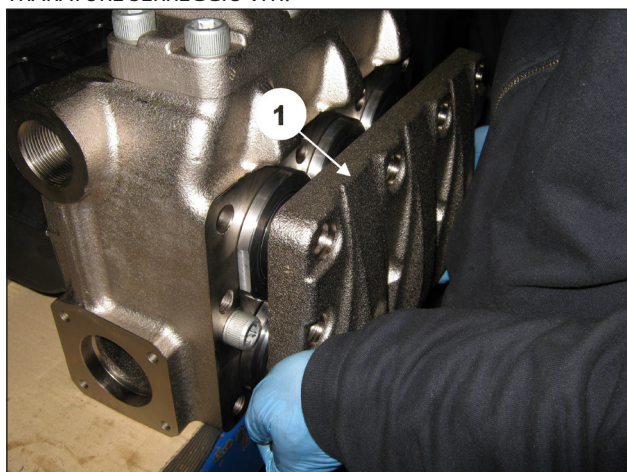
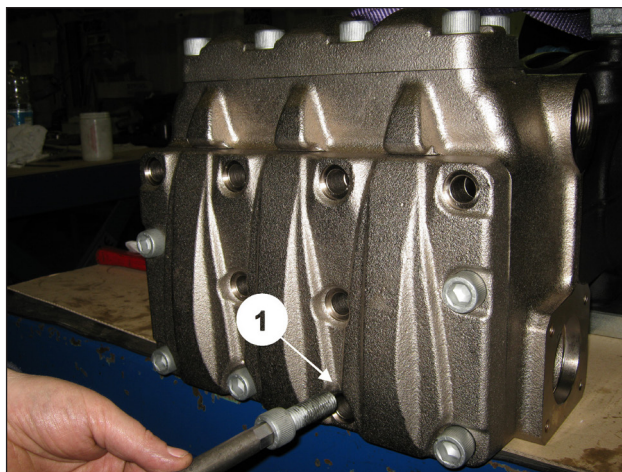

Fig. 140
Fig. 141
Dopo aver terminato il montaggio dei gruppi valvola aspirazione e delle bussole contenimento tenute applicare il coperchio valvole aspirazione (pos. ①, Fig. 140) e avvitare le 6 viti M16x45 (pos. ①, Fig. 141) Come indicato nel capitolo 3 TRARATURE SERREGGIO VITI.